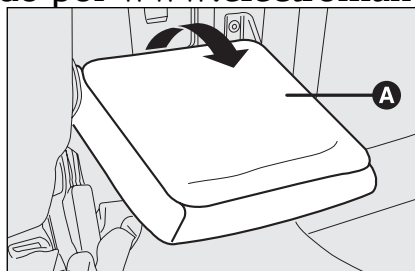

fig. 116
- ☐ baje el apoyabrazos posterior **A**-fig. 116;